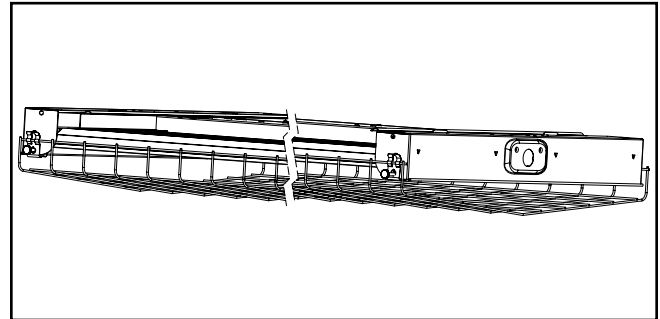

Figura 4.
5. Repita los pasos 2 a 4 para el lateral opuesto (Figura 4.).